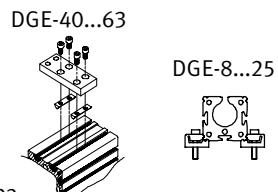

Fig. 22
- Fixer les supports intermédiaires sur le DGE-... suivant la Fig. 22.